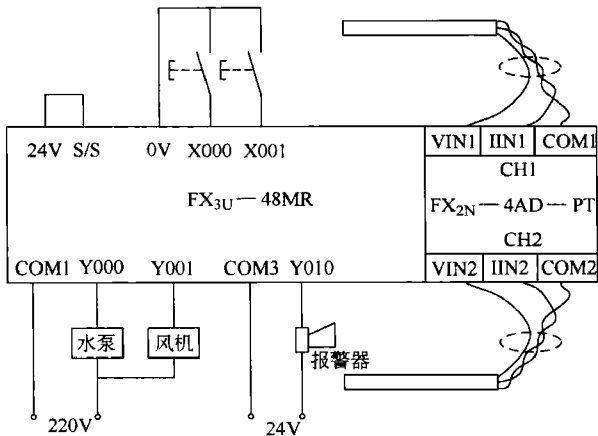

图 8-4 冷却塔控制接线图
(1) 控制要求 启动冷却系统后，冷却水泵运行，用两个温度传感器 PT100 检测冷却水管的出回水温度，当出水温度低于 30℃ 时，冷却塔风机不启动；当出水温度大于 30℃ 时启动冷却塔风机；当出水温度大于 40℃ 且出回水温差小于 5℃ 或回水温度高于 40℃ 时报警，并停止运行。
(2) I/O 分配及接线图 X000：启动；X001：停止；Y000：冷却水泵；Y001：冷却塔风机；Y010：报警器。接线图如图 8-4 所示。